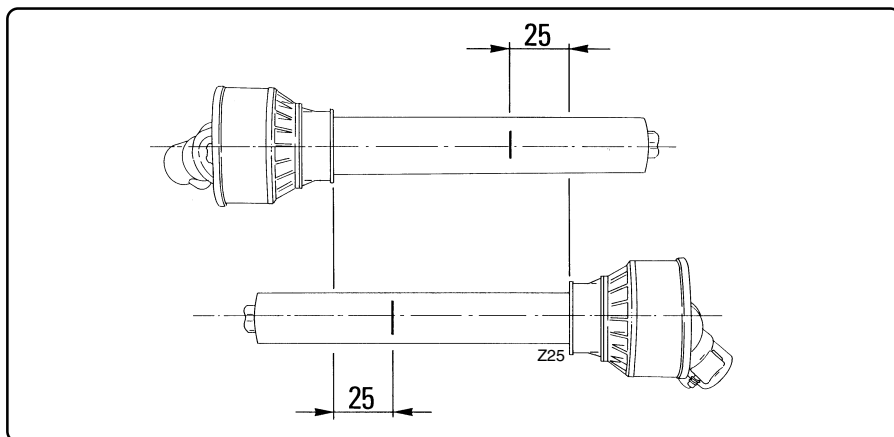

fig. 4.3.1
- *Using a felt-tip pen, matchmark the place where the two halves must be shortened, measuring 25 mm from the beginning of each half, as shown in fig. 4.3.1.*
- Con un pennarello segnare dove accorciare i due semialberi, misurando 25 mm dall'inizio di ogni semialbero, come da fig. 4.3.1.